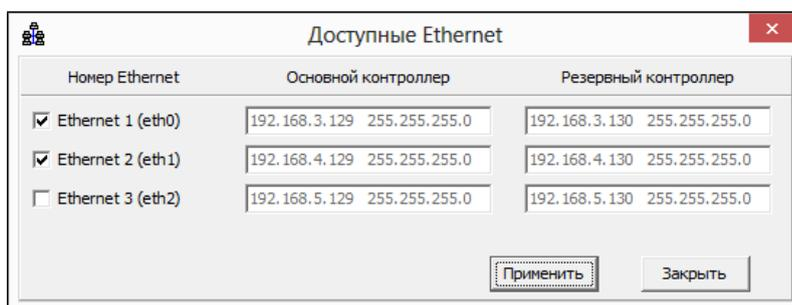

Рисунок 3.13 Внешний вид окна доступных Ethernet-интерфейсов
7. **Доступные Eth** – доступные Ethernet-интерфейсы. Выбираются по нажатию на кнопку «Изменить» в соответствующем окне (см. рис. 3.13). Как задать состав интерфейсов, представлено в подразделе 0.